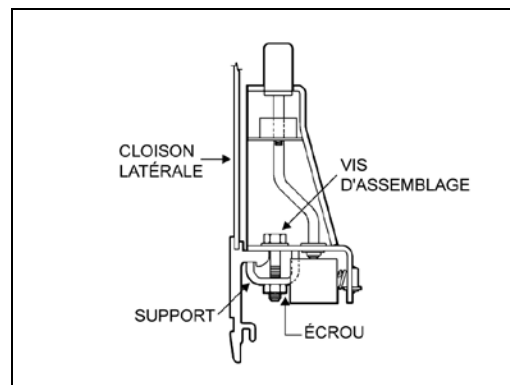

FIGURE 47 : ACCOUDOIR
4. Retirer les deux vis d'assemblage, les deux écrous et les deux rondelles qui fixent le châssis du siège au panneau latéral et retenir les deux supports. Voir la figure 47.